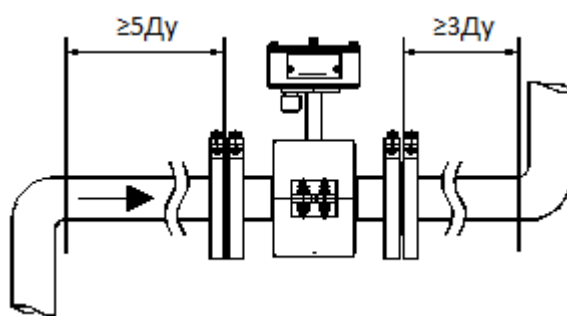

Рисунок 6.4
6.2.6 Расходомер необходимо располагать в той части трубопровода, где пульсации и завихрения минимальные. При установке расходомера необходимо обеспечить прямолинейные участки трубопровода длиной не менее 3 ДУ до и 1 ДУ после ППР (см. рисунок 6.4).